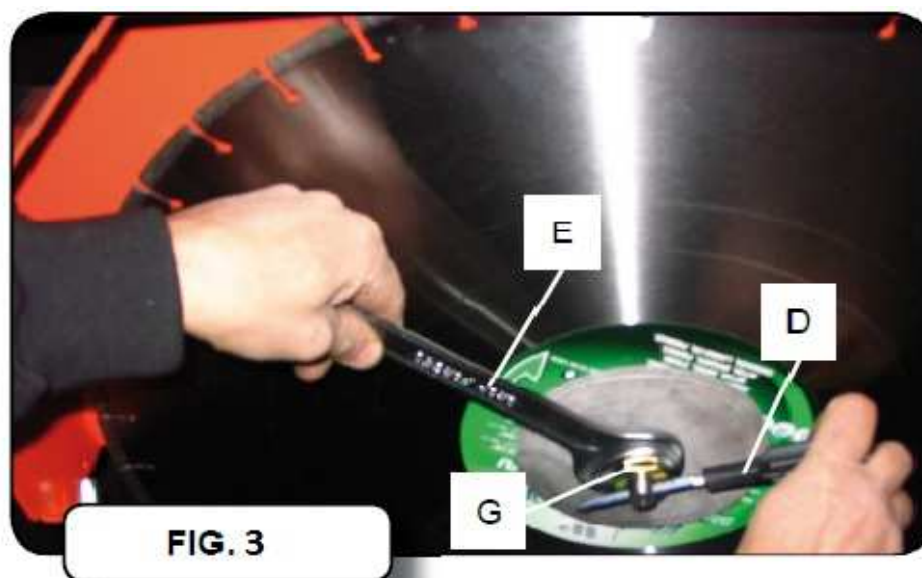

Figura 12 - Montaggio/smontaggio del disco lama
- 3) Utilizzando le chiavi fornite in dotazione con la macchina fermare la rotazione dell'albero con un cacciavite (RIF.D Figura 12) e con la chiave (RIF.E Figura 12) eseguire lo svitamento del controdado (RIF.G Figura 12) ruotandolo in senso ORARIO (filetto sinistro).